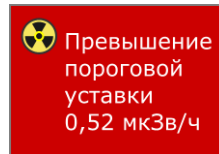

Рисунок 9. Цветовое отображение точки контроля при превышениях
- Превышения пороговых уставок (Рисунок 9). Например: «Превышена верхняя пороговая уставка», «Грязно» и т.д.;